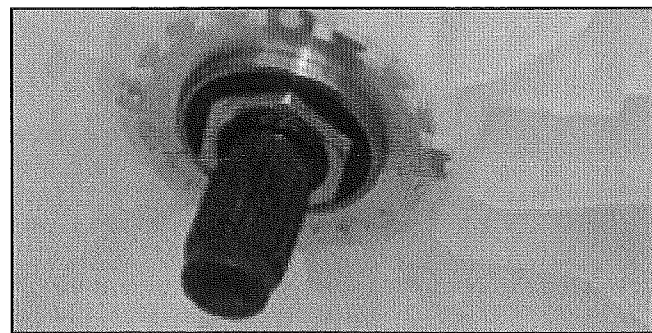

FIGURE 16
24. Faire basculer de nouveau la laveuse sur les tuyaux flexibles. Poser un écrou d'arbre neuf et le serrer. Voir Figure 16.